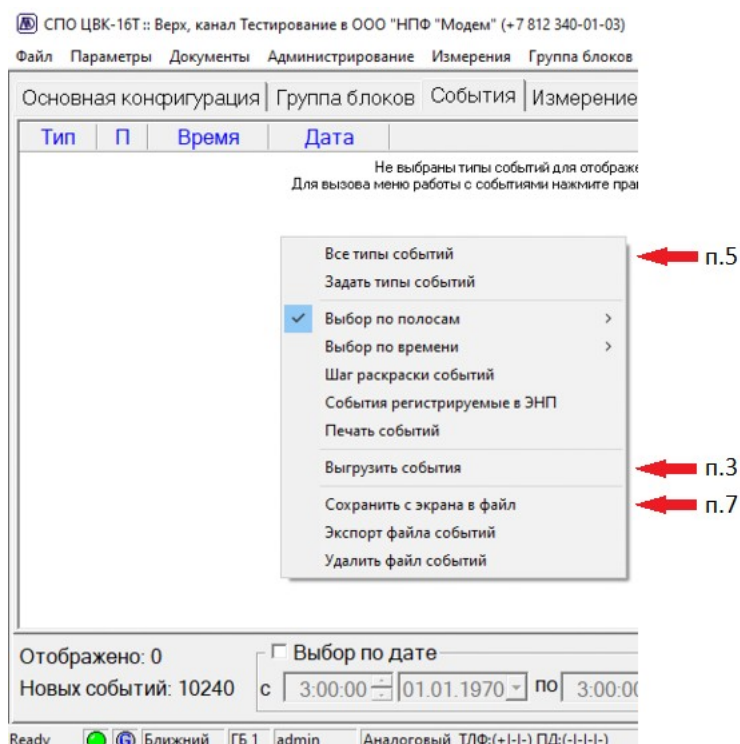

Рис.12.1. Меню «Настройка отображения событий»
2. на пустом поле закладки, нажать правую клавишу мыши для вызова меню «Настройка отображения событий» (рис.12.1)